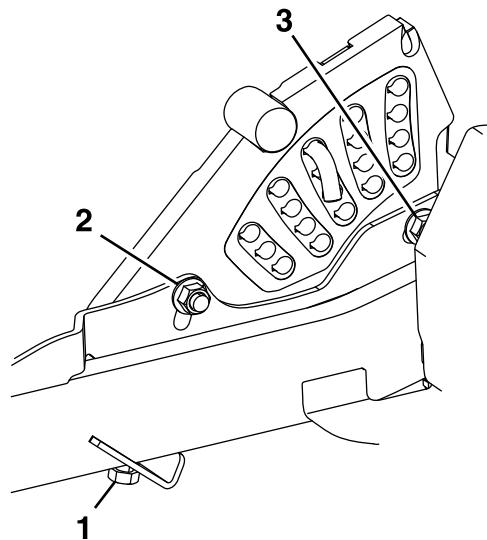

Figure 83
13. Si les 4 dispositifs de réglage du plateau n'offrent pas une capacité de réglage suffisante pour obtenir la hauteur de coupe précise avec le râteau souhaité, vous pouvez ajuster le système monopoint (Figure 83).
14. Pour ajuster le système monopoint, commencez par desserrer les boulons de fixation des plaques de hauteur de coupe avant et arrière (Figure 83).
16. Serrez les 2 boulons au bas de la plaque de hauteur de coupe (Figure 83).